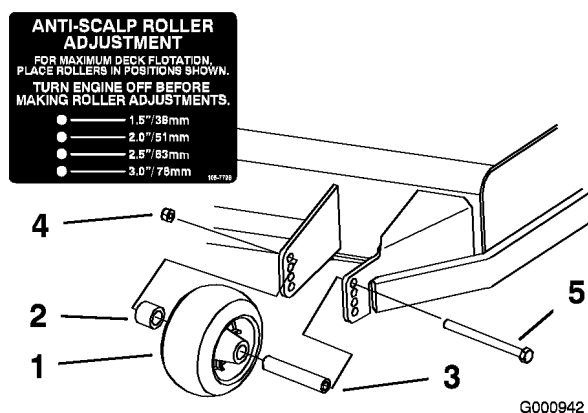
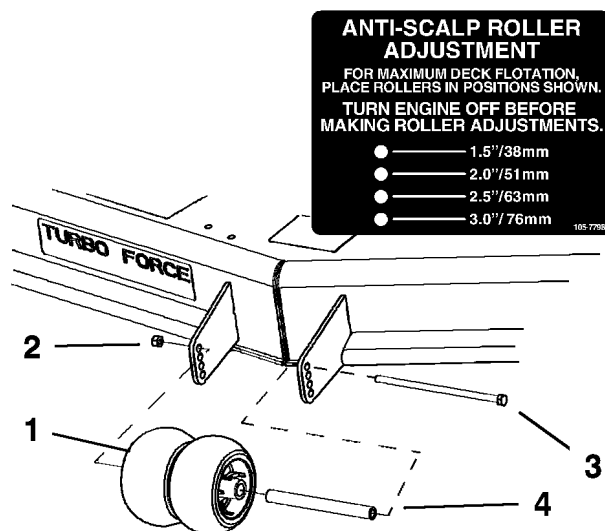

Figura 20
Figura 21
3. Después de ajustar la altura de corte, ajuste los rodillos retirando la tuerca con arandela prensada, el casquillo, el espaciador y el perno (Figura 20, Figura 21 y Figura 50).
Nota: Los dos rodillos centrales no tendrán espaciador (Figura 21).
5. Instale la tuerca con arandela prensada, el casquillo, el espaciador y el perno. Apriete a 54-61 Nm (Figura 20, Figura 21 y Figura 50).